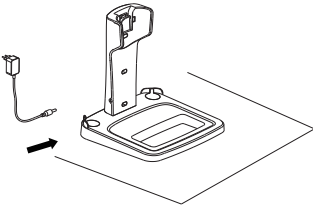

Fig. 5-1a
1. Fest laderen ved å følge Fig. 5.1, og sett den lille enden av adapteren inn i laderen igjen ved å følge Fig. 5-1a.